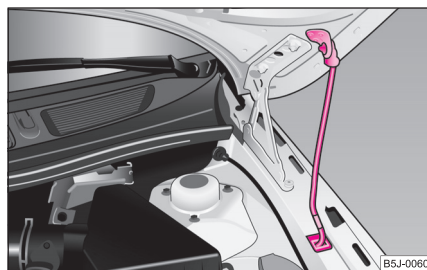

Abb. 169 Sicherung der Motorraumklappe mit der Klappenstütze
- Nehmen Sie die Klappenstütze aus der Halterung und setzen Sie die Klappenstütze in die dafür vorgesehene Öffnung ⇒ Seite 182, Abb. 169.